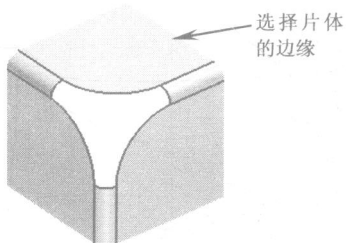
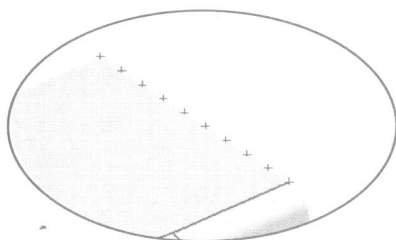

图1-23
图1-24
18. 在【曲线】工具条中单击【点集】按钮，弹出【点集】对话框。单击 按钮，弹出【曲线上的点】对话框。在【点数】输入框中输入“10”，然后选择如图 1-23 所示的片体的边缘，最后单击 按钮创建曲线上的点，结果如图 1-24 所示。